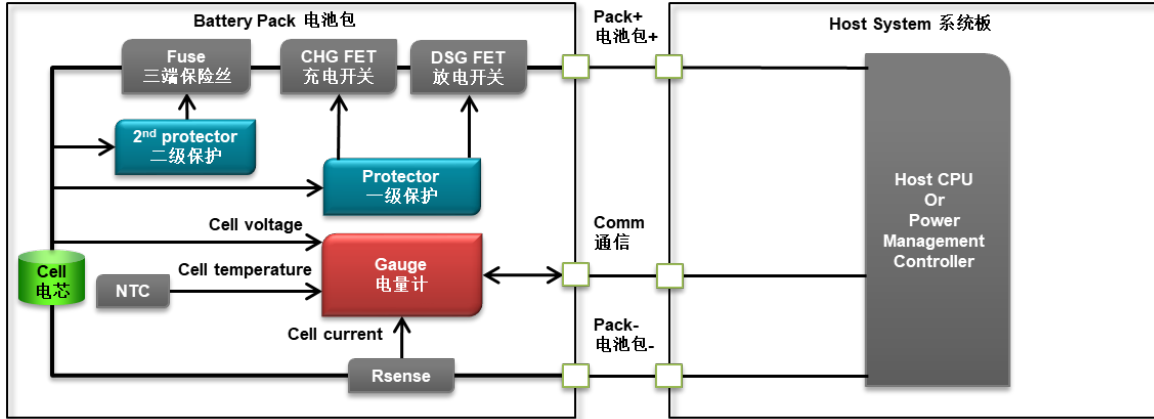
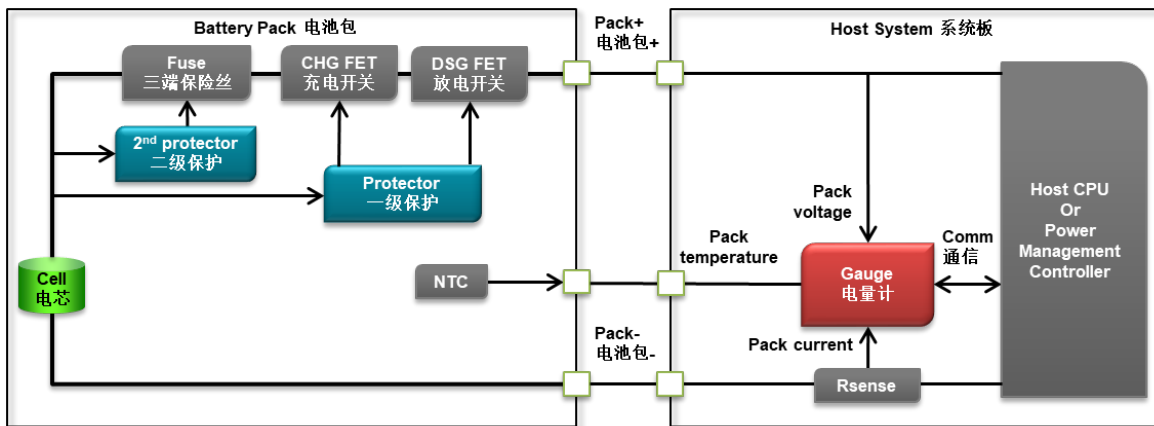

图1.3 电量计在 Pack-side 示意图
图1.4 电量计在 System-side 示意图
- (1). 电芯化学类型：Li-ion/Li-Polymer, LiFePO₄, NiMH, NiCd, Lead Acid, Primary Lithium, SuperCap 等。不同化学类型电芯的充放电特性不同，所以查看电芯规格书确定其化学类型，选择支持该化学类型的电量计。支持 Li-ion/Li-Polymer 类型电量计最多，除了比如 BQ27542, BQ27742, BQ27Z561, BQ28Z610, BQ40Z50, BQ4050, BQ40Z80, BQ34Z100 等。支持 LiFePO₄ 的常用电量计有 BQ27Z561, BQ40Z50, BQ4050, BQ40Z80, BQ34Z100 等。支持 Primary Lithium 一次性金属锂电池的电量计有 BQ35100，常见于智能水表、智能气表、智能电表、传感器节点、烟雾探测器等应用。
- (2). 电芯串联数目：1S, 1~2S, 2~4S, >4S 等。电池包可能由多节电芯串联(S, in series)或并联(P, in parallel)。两个相同电芯串联则电压相加，容量不变。两个相同电芯并联则容量相加，电压不变。电量计把同一串的多个电芯并联当作一个整体看，所以选择电量计时只看电芯串联数目，不看并联数目。1S 单串电量计最多，比如 BQ27542, BQ27742, BQ27Z561 等。1~2S 电量计主要有 BQ28Z610。1~4S 电量计主要有 BQ40Z50, BQ4050 等。5~6S 电量计主要有 BQ40Z80 等。更高串数的可用 BQ34Z100, BQ34110 等。
- (3). 通信接口：HDQ, I2C, SMBUS 等。HDQ 是单线通信，常用于电池接口引脚数少的应用。I2C 接口的电量计最多，常用于手机等应用。SMBUS 是基于 I2C 发展而成的，SMBUS 接口的电量计常用于笔记本电脑等应用，SMBUS 电量计能与 I2C 总线主机通信，比如 BQ40Z50-R2 是 SMBUS 协议但单片机 I2C 接口能与 BQ40Z50-R2 正常通信。
- (4). 电量计放在电池包内(Pack-side)还是放在系统板(System-side)。图 1.3 是电量计在 Pack-side 示意图，图 1.4 是电量计在 System-side 示意图。